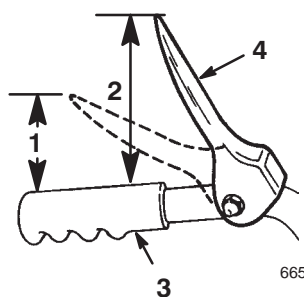

Figure 8
3. Vérifiez la distance entre le bas de la manette de tarière/roue hélice et le haut de la poignée du mancheron (Fig. 8). L'écartement doit être d'environ 10 cm.
Remarque : La résistance augmente de manière perceptible lorsque la courroie d'entraînement de tarière/roue hélice devient tendue (à peu près à mi-course de la manette). Le réglage est correct si la résistance *commence* à augmenter quand le bout de la manette de commande de tarière/roue hélice se trouve à une distance de 2,5 à 5 cm de la poignée (Fig. 8).